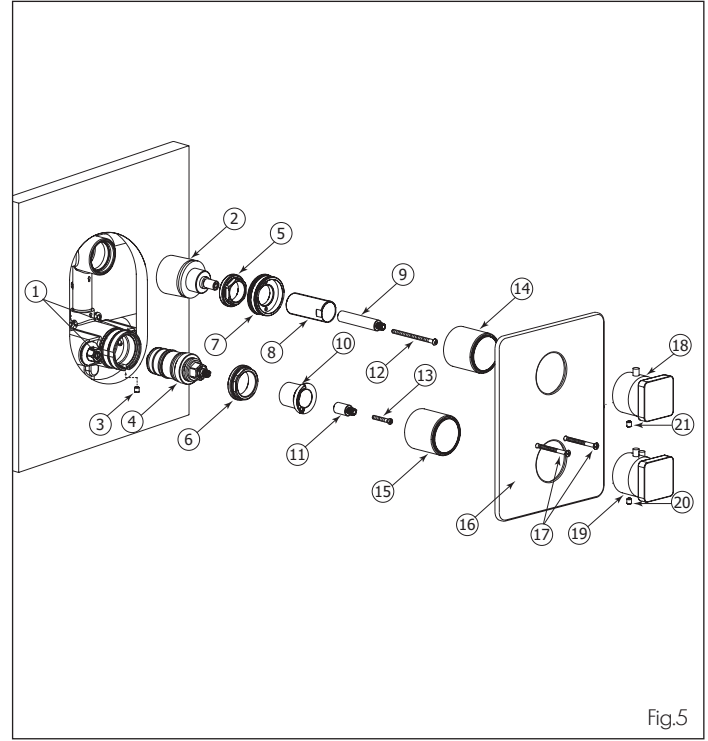

Fig.5
Shut off the main water supply, then remove all the components from (7) to (21). (See Fig.5). Afterwards, shut off the 2 check valves (1) by turning them clockwise with a screwdriver. Unscrew the screw (3), the large nuts (5 & 6) and remove the cartridges (2 & 4).
Fermer l'alimentation d'eau principale et démonter toutes les composantes de (7) à (21) (Voir Fig.5). Ensuite, fermer les deux valves d'arrêt (1) en les tournant dans le sens des aiguilles d'une montre avec un tournevis. Dévisser la vis (3), les manchons de valves (5 & 6) et enlever les cartouches (2 & 4).